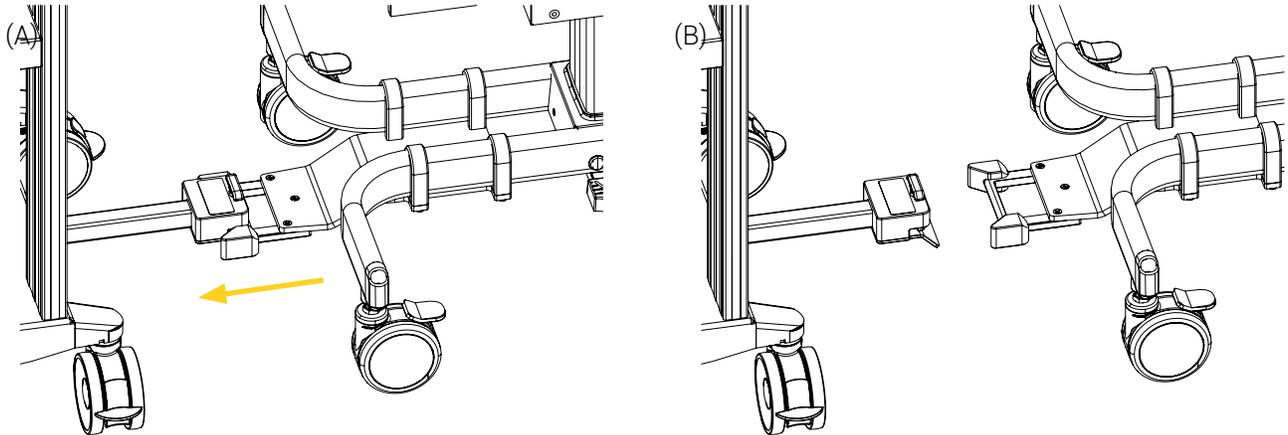

Figure 17 : Désaccouplement du chariot de transport de l'incubateur Babyroo TN300
3. Pousser le chariot de transport dans le sens opposé de l'incubateur Babyroo TN300 pour détacher le bras du dispositif d'accouplement THS, en retenant simultanément la poignée du mécanisme à déclenchement rapide du bras rabattable (Figure 17).